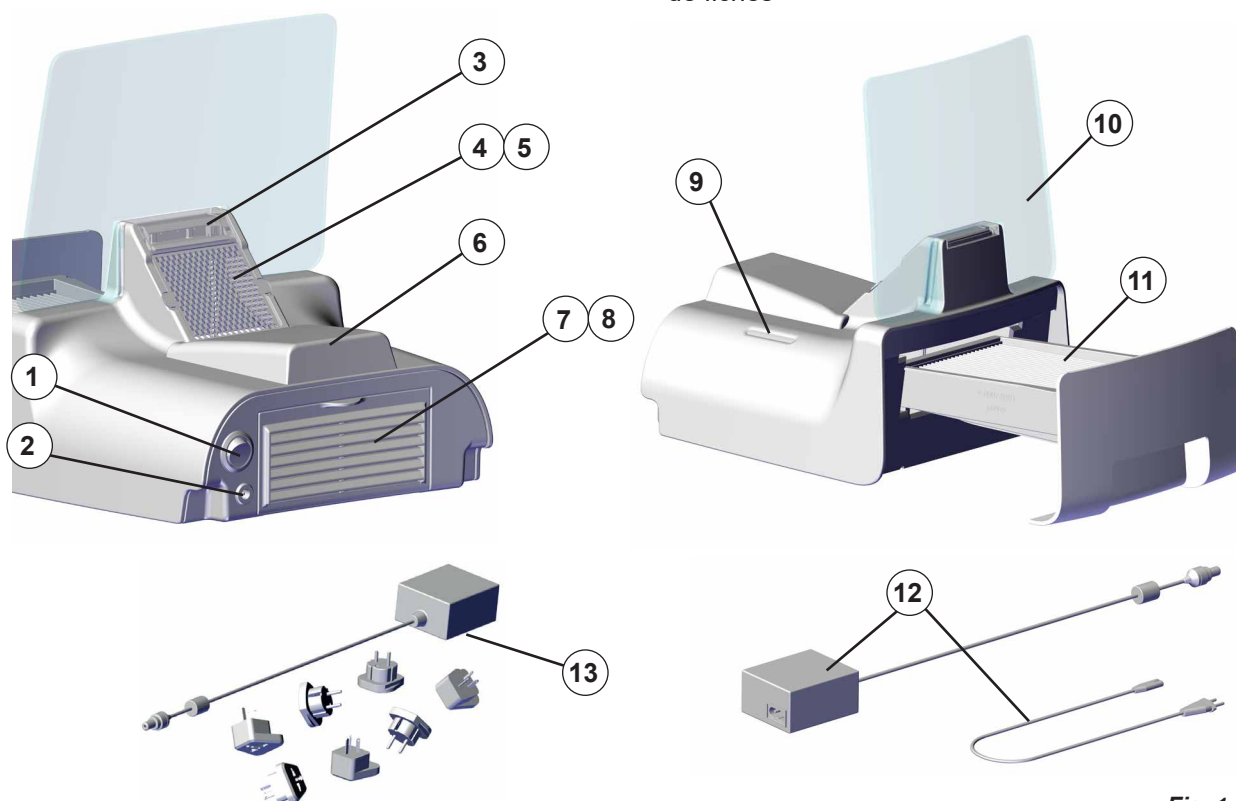

Fig. 1
- ⇒ Éteindre l'appareil en appuyant sur le commutateur marche / arrêt (1, Fig. 1).
Bloc d'alimentation de bureau (12, Fig. 1):
Bloc d'alimentation enfichable (13, Fig. 1):
La mise en marche et à l'arrêt de l'appareil s'effectue à l'aide du commutateur marche / arrêt (1, Fig. 1).